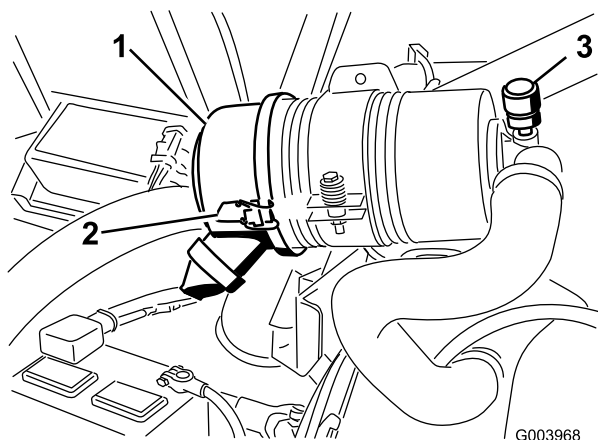

Figure 38
Faites l'entretien du filtre à air uniquement quand l'indicateur de colmatage (Figure 38) indique que cela est nécessaire. Changer le filtre à air prématurément ne fait qu'accroître le risque de contamination du moteur par des impuretés quand le filtre est déposé.
1. Desserrez les fixations qui maintiennent le couvercle sur le corps du filtre à air (Figure 38).